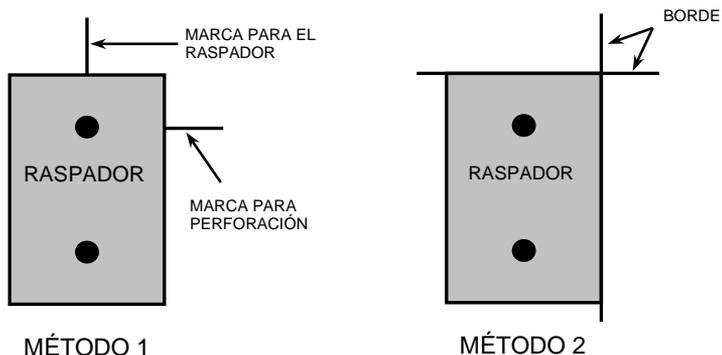

Figura 11. Cómo marcar la zona de la prueba
6. Para colocar el medidor exactamente en su sitio, antes de quitar placa de raspado, marque el área de prueba con la varilla de perforación, tal y como se ilustra en la Figura 11.